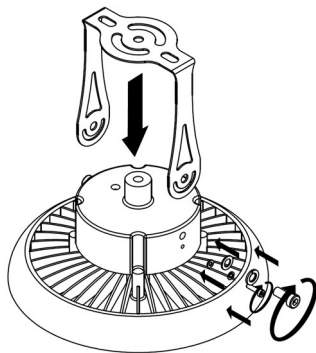

Рисунок 3. Установка крепления на светильник.
5.1.2 Установите крепление "Скоба" на светильник (см. рисунок 3). Конструкция крепления позволяет регулировать положение светильника в диапазоне от -90° до 90° (см. рисунок 1).